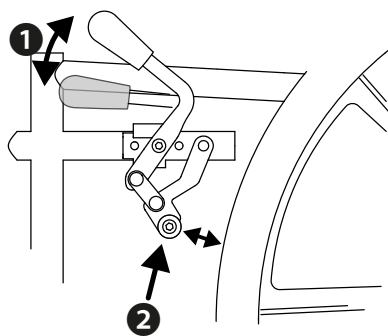

Abb.11
1. Drücken Sie die Bremshebel beider Seiten (1) nach vorne, bis sie spürbar einrasten und die Bremsklötze (2) die Räder blockieren (Abb.11).